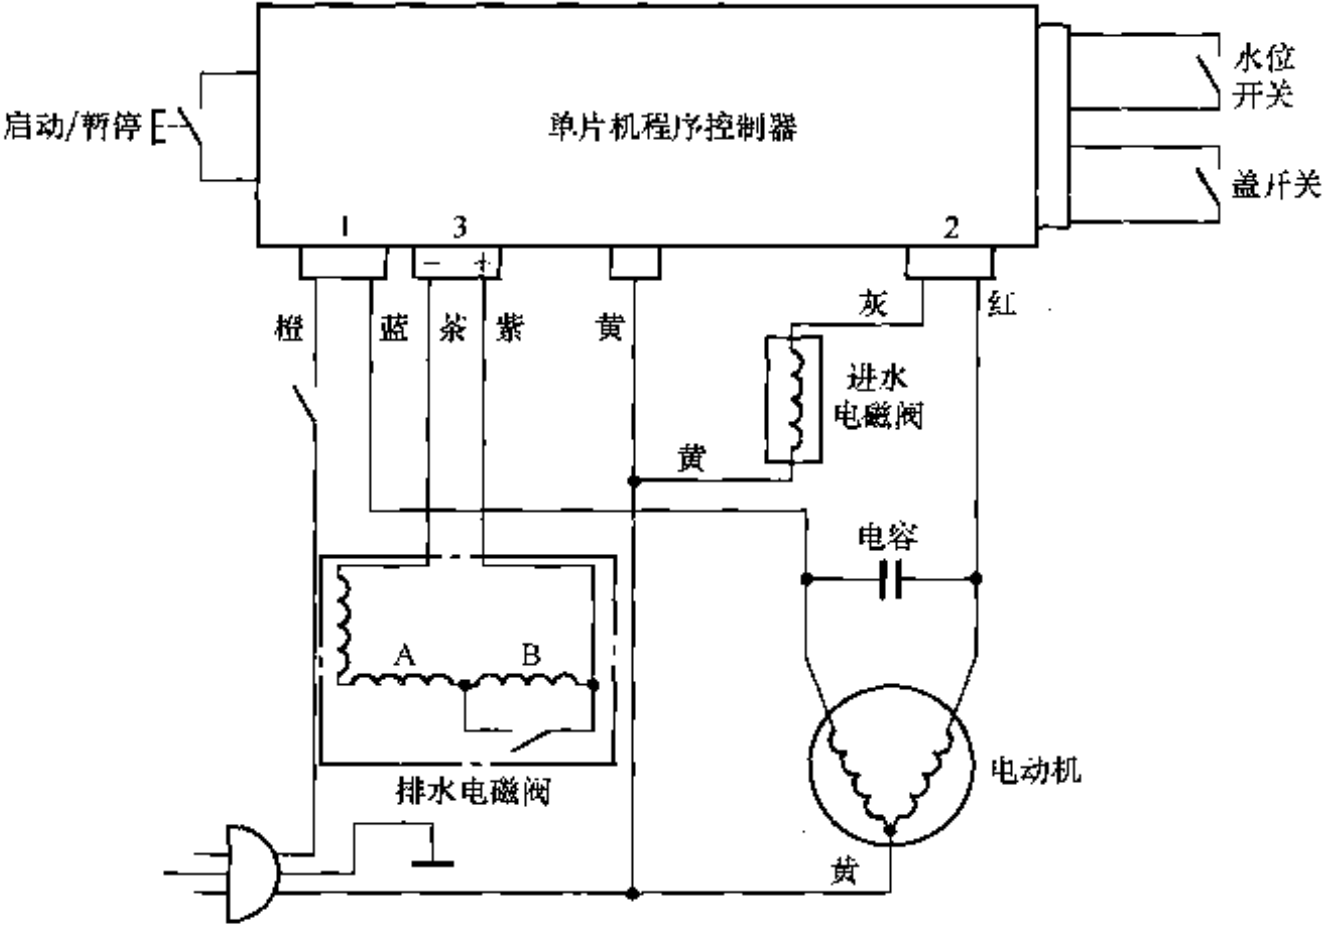
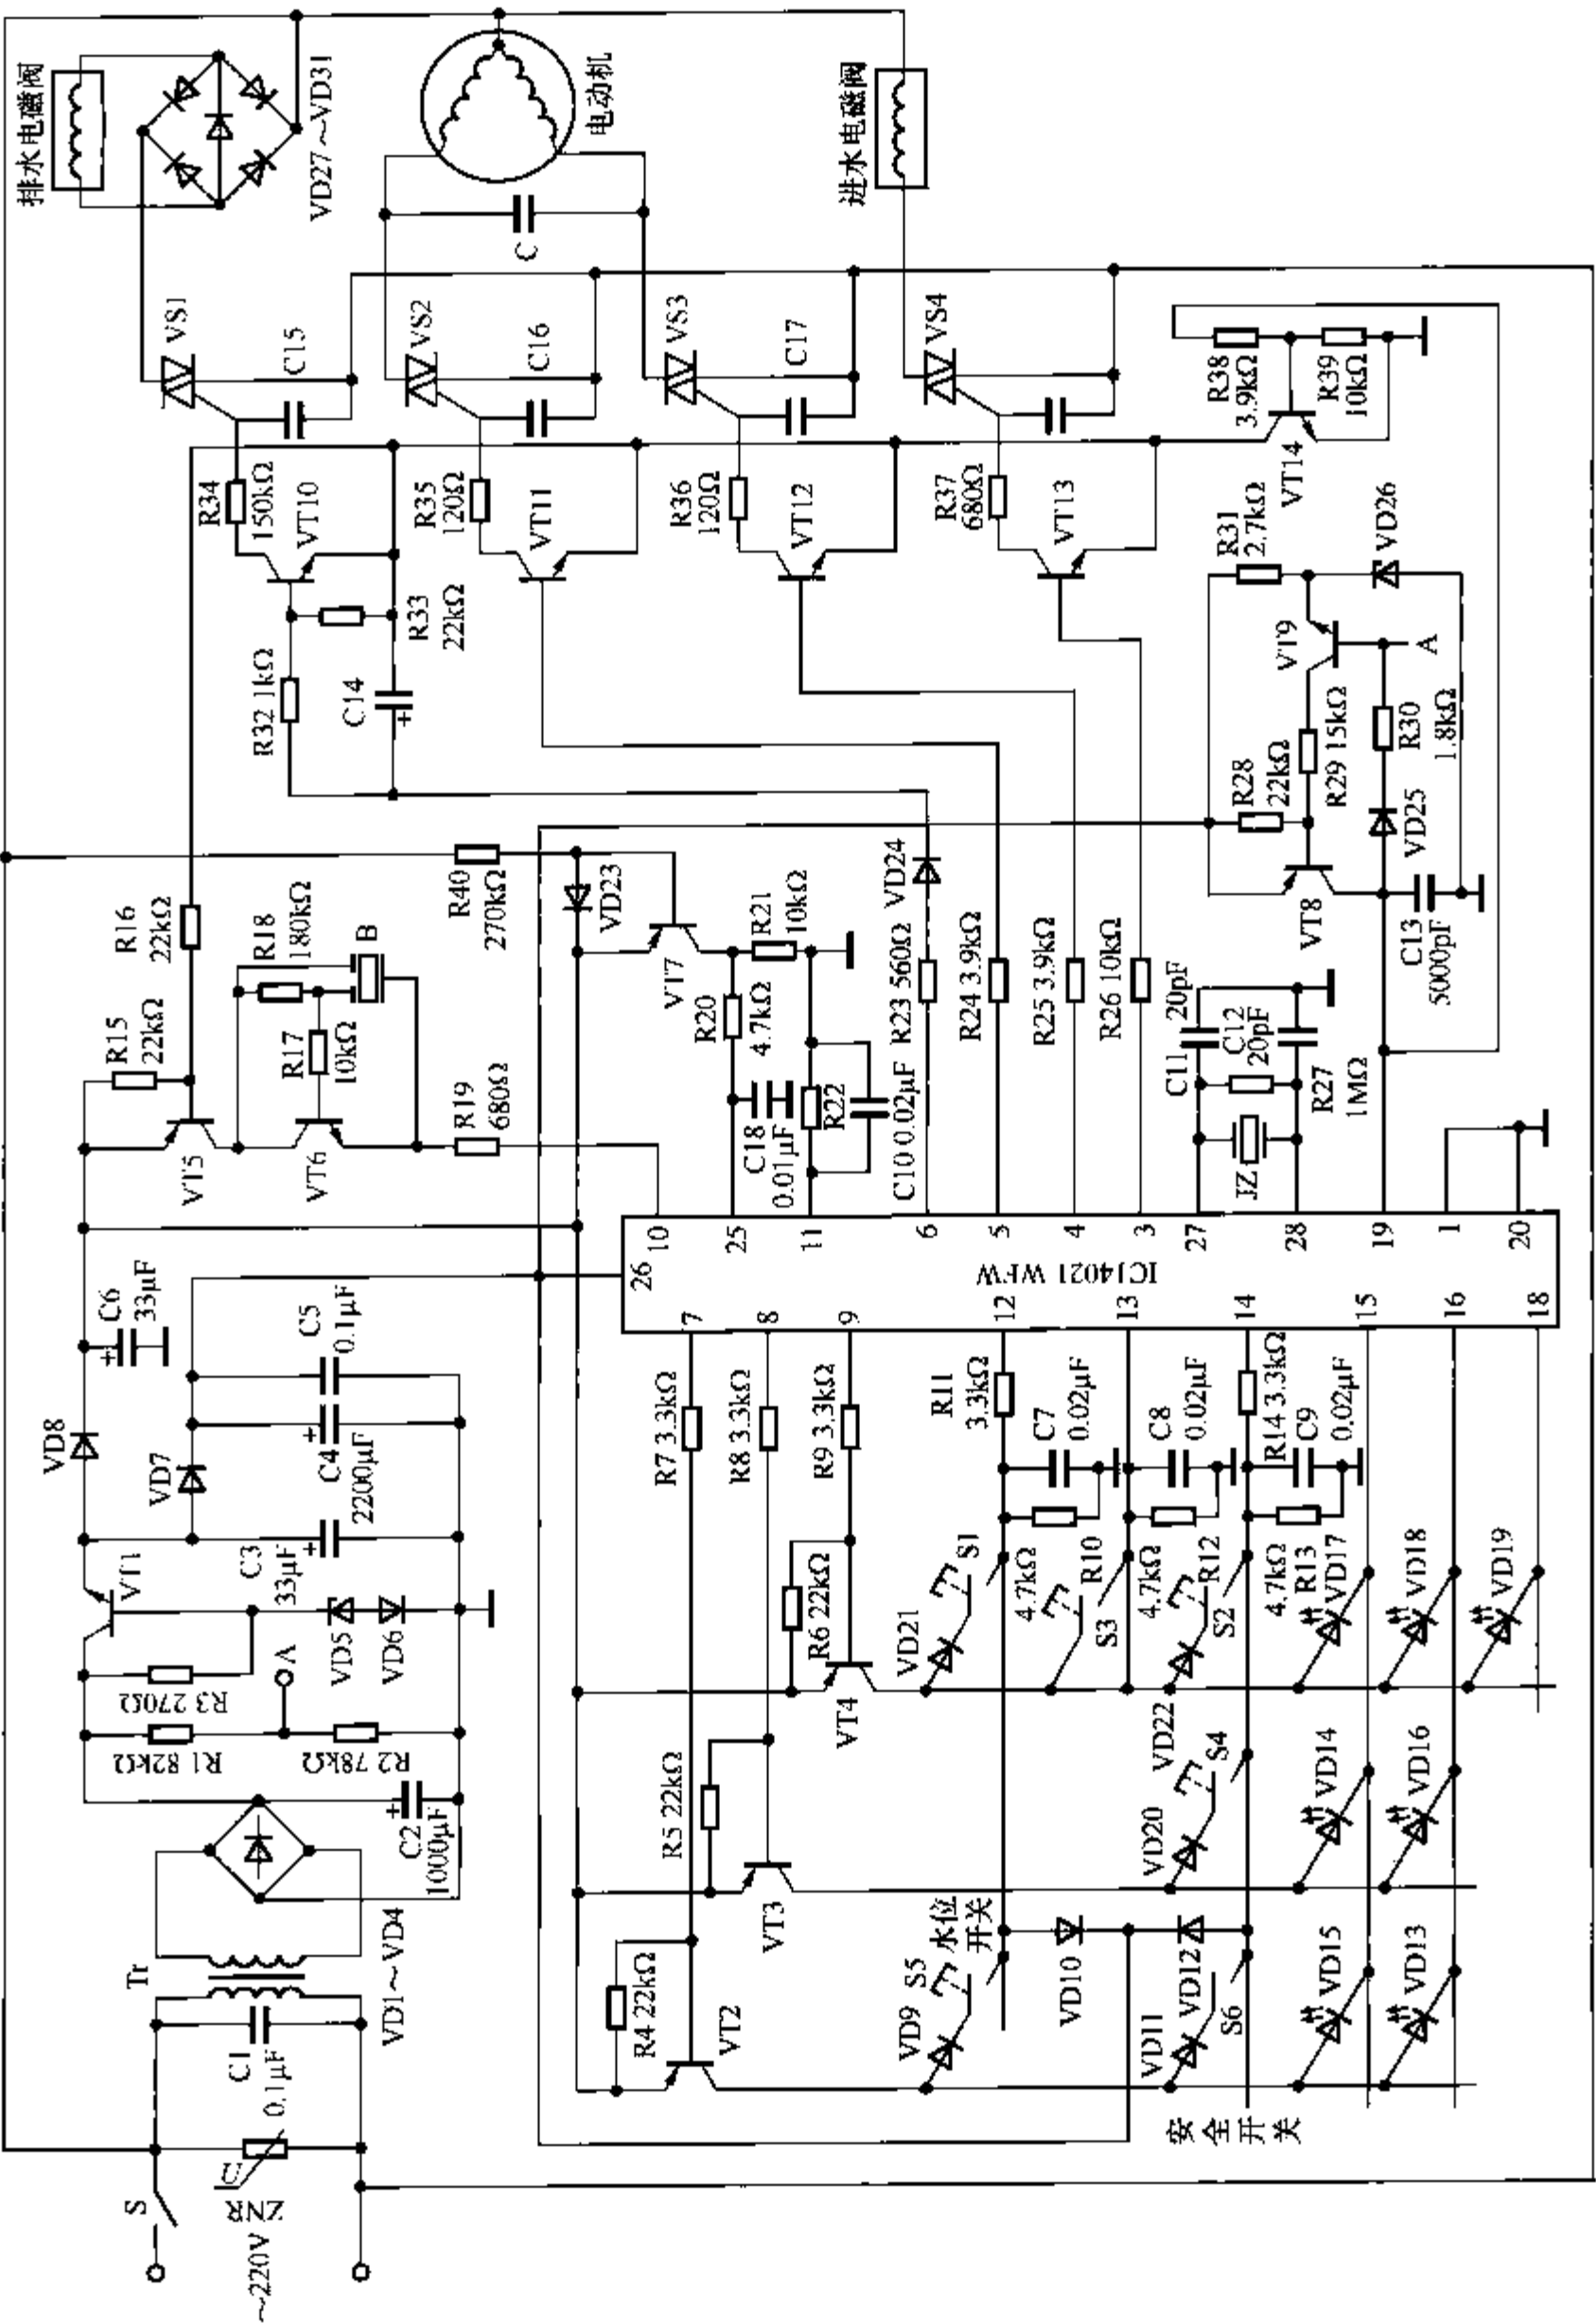

图 7-4 小天鹅 XQB30-8 型全自动洗衣机的电气系统原理图
图 7-5 小天鹅 XQB30-8 型全自动洗衣机的电路原理图
电脑控制型洗衣机的控制系统采用了电脑控制技术，下面以小天鹅 XQB30-8 型全自动洗衣机为例进行介绍。该机的电气系统原理图如图 7-4 所示，电路原理图如图 7-5 所示。
如图 7-5 所示，接通电源开关 S 后，市电电压通过 C1 滤波后，加到变压器 Tr 的一次绕组上，由它降压后输出 10V 左右（与市电电压高低有关）的交流电压。该电压经 VD1~VD4 全桥整流，C1 滤波产生 14V 直流电压，再通过限流电阻 R3、稳压管 VD5、二极管 VD6、调整管 VT1 稳压输出 5.6V 电压。该电压一路通过 VD8 输出，经 C6 滤波后为操作控制电路供电；另一路通过 VD7 输出，经 C4、C5 滤波后，为微处理器 IC（14021WFW）等电路供电。
如图 7-5 所示，CPU 电路是以微处理器 IC（14021WFW）为核心构成的，14021WFW 的引脚功能如表 7-2 所示。
(3) 市电欠电压保护电路
如图 7-5 所示，市电电压经变压器 Tr 降压后，再通过 VD1～VD4 桥式整流、C2 滤波后产生的直流电压，经 R1、R2 分压后产生取样电压。该电压在市电正常时使 VT9 导通，通过 R29 使 VT8 导通，VT8 的 c 极输出的电压不仅为微处理器 IC 的⑨脚提供高电平取样信号，而且通过 R38、R39 分压限流后使 VT14 导通，将放大管 VT11～VT13 的 e 极接地，使它们可以工作。
(4) 交流过零检测电路
如图 7-5 所示，该电路由 VT7、R40、R20 和滤波电容 C18 组成。由市电电压通过 R40 限流，再经 VT7 倒相放大产生 100Hz 的交流检测信号，即同步控制信号。该信号作为基准信号通过 R20 限流、C18 滤波后，加到微处理器 IC 的㉑脚。IC 对㉑脚输入的信号检测后，输
如图 7-5 所示，需要加水时，微处理器 IC③脚输出的 100Hz 过零驱动信号经 R26 限流，再经 VT13 放大，使双向晶闸管 VS4 导通，为加水电磁阀的线圈通电，使其产生磁场后，电磁阀内的阀芯打开，自来水流入水桶，实现注水功能。
如图 7-5 所示，需要洗涤时，微处理器 IC④、⑤脚输出电动机驱动信号。⑤脚输出的低电平信号使 VT11 截止，双向晶闸管 VS2 截止，而④脚输出的 100Hz 过零驱动信号经 R25 限流，再经 VT12 放大，使双向晶闸管 VS3 导通，为电动机供电，使电动机正向运转。当 IC 的④脚输出低电平信号时 VT12 截止，VS3 截止，而⑤脚输出的 100Hz 过零驱动信号经 R24 限流，再经 VT11 放大，使 VS2 导通，为电动机供电，使电动机反向运转。
如图 7-5 所示，需要排水时，微处理器 IC⑥脚输出的 100Hz 过零驱动信号通过 R23 限流，再通过 VD24 隔离，C14 滤波、R32 限流后，经 VT10 放大，使双向晶闸管 VS1 导通，市电电压经 VD27~VD31 整流后，为排水电磁阀的线圈通电，使其产生磁场后，电磁阀内的阀芯打开，将桶内的水排出。
如图 7-5 所示，当程序结束或需要报警时，微处理器 IC⑩脚输出的 3kHz 左右的音频信号，经 R19 限流，再经 VT6 放大后，驱动蜂鸣器 B 鸣叫。